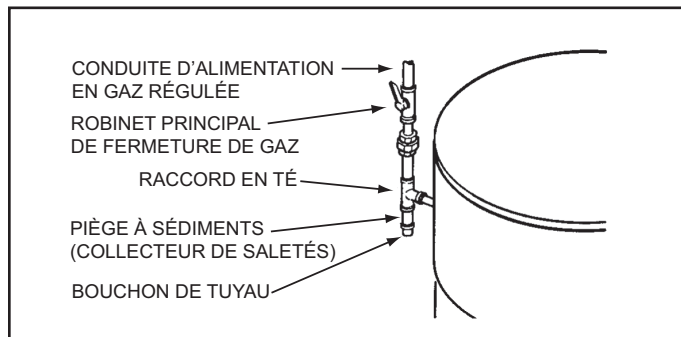

Figure 52
S'assurer que tout le tuyau de gaz est propre à l'intérieur avant l'installation. Pour piéger toute saleté ou tout corps étranger dans la conduite d'alimentation en gaz, un bac de sédimentation (collecteur de saletés) doit être installé comme l'indique la Figure 52. Le piège à sédiments doit être facilement accessible et ne pas être soumis aux conditions de gel. Installer conformément aux recommandations de compagnie du gaz locale.
7. Installer un bac de sédimentation comme l'indique la Figure 52 à la page 39.
8. Installer un robinet d'arrêt de gaz principal dans la conduite d'alimentation de gaz comme l'indique la Figure 52 à la page 39.
1. Pour les pressions d'essais supérieures à 1/2 lb/po² (3,45 kPa), déconnecter le chauffe-eau et son robinet d'arrêt de gaz principal du système de tuyauterie d'alimentation en gaz pendant les tests, voir la Figure 52 à la page 39. La conduite d'alimentation en gaz doit être bouchée lorsqu'elle est déconnectée du chauffe-eau.